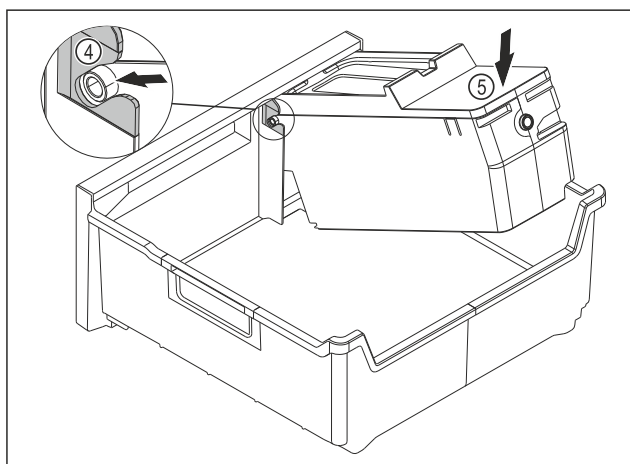

Fig. 148
- EasyTwist-Ice-corpus monteren: Assen van de EasyTwist-Ice-corpus in de geleidingen Fig. 148 (4) schuiven.
- EasyTwist-Ice-corpus Fig. 148 (5) achter omlaag drukken.